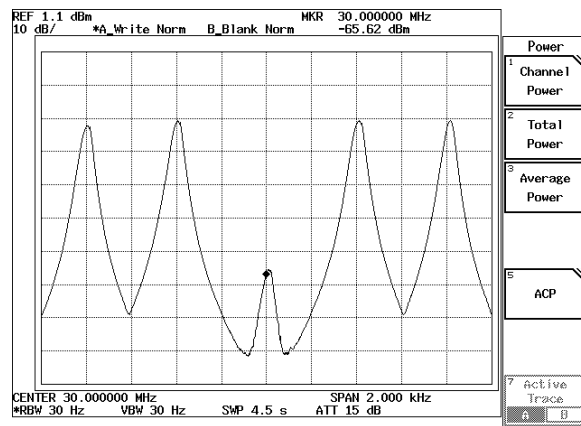

図 6-2 FM 変調波の Deviation 調整
5. 図 6-2 のように、R3267 シリーズの 30MHz のマーカレベルの読み値が最も小さくなる信号源のデビエーションに設定にします。